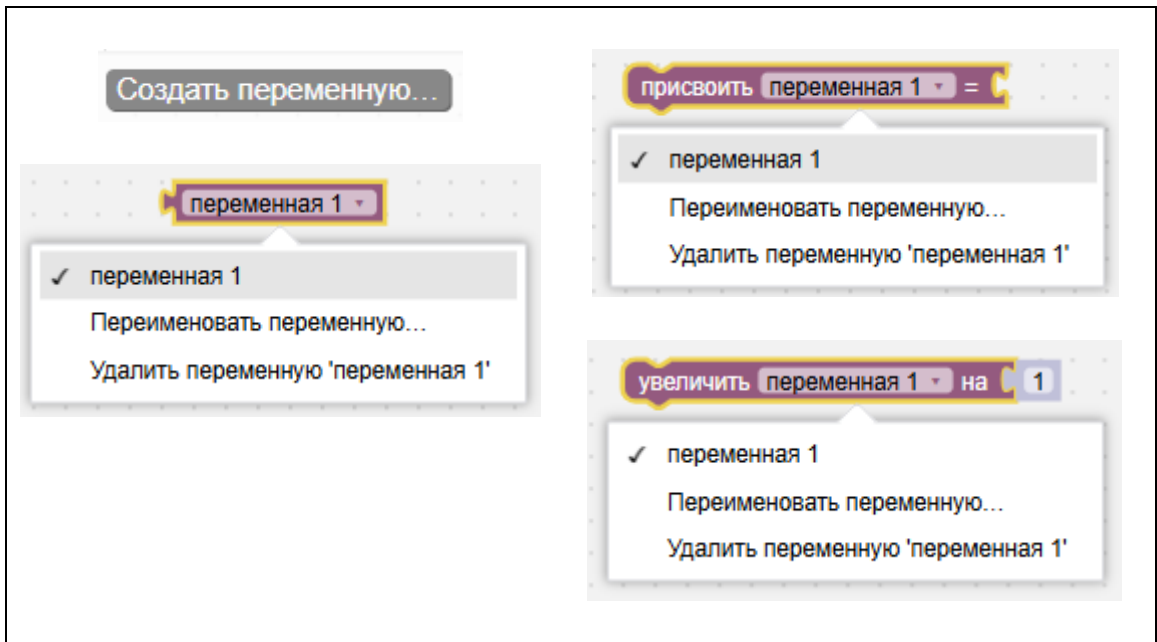

Рисунок II-19 – Блоки «Переменные»
4. Блоки «Переменные» – создание и редактирование переменных (см. Рисунок II-19).